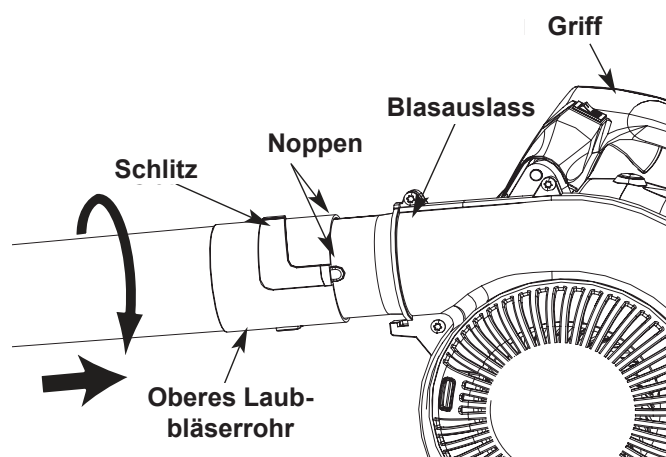

Abb. 1
1. Richten Sie die Schlitze am oberen Ende des oberen Laubbläserrohrs auf die Noppen an der Ausblasöffnung aus (Abb. 1).
2. Stecken Sie das obere Laubbläserrohr in die Ausblasöffnung (Abb. 1)
3. Halten Sie den Griff und drehen Sie das obere Laubbläserrohr im Uhrzeigersinn, bis es einrastet (Abb. 1).